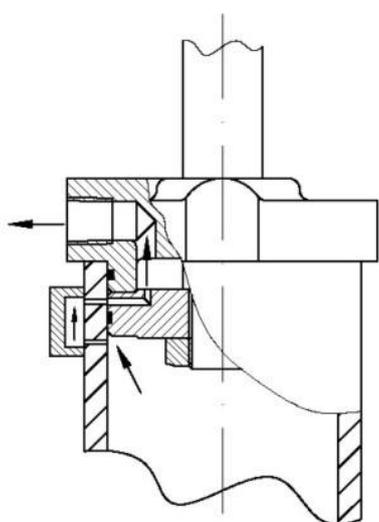

Рис.6.4.3. Масло проходит через цилиндр, обходя поршень
1. Удерживать рукоятку гидрораспределителя трактора в положении «подъем» несколько секунд, пока штоки всех цилиндров не выдвинутся полностью и агрегат не будет поднят. При этом масло будет обходить поршень предыдущего, уже сработавшего цилиндра и заполнять последующий (рис. 6.4.3).